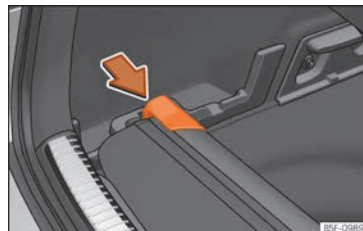

Abb. 178 Im Gepäckraum: Aufnahme zum Verstauen der aufrollbaren Abdeckung.
- Drücken Sie den Kopfteil der aufrollbaren Abdeckung in Pfeilrichtung, bis diese in der vorgesehenen Aufnahme einrastet »» **Abb. 178**.